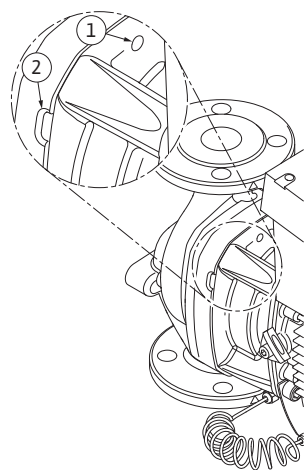

Fig. 48: Резьбовые отверстия и шлицы для отжатия съемного блока от корпуса насоса
13. Съемный блок (см. рис. 13) отжать от корпуса насоса. Для этого рекомендуется использовать два резьбовых отверстия (рис. 48, поз. 1) — прежде всего для отсоединения опорной части. С этой целью вернуть подходящие винты в резьбовые отверстия. После ослабления крепления съемного блока можно дополнительно использовать для отжатия шлицы (рис. 48, поз. 2), расположенные между корпусом насоса и промежуточным корпусом (напр., вставить в них две отвертки в качестве рычагов). После отжатия прилбл. на 15 мм съемный блок выходит из корпуса насоса.